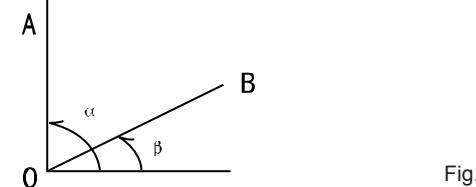

Fig.8
- (1) La vista a con el pelo vertical, lee el círculo, consigue el ángulo α .
- (2) Gire el instrumento a la vista B, consiga el ángulo β .
- (3) $\angle AOB = \alpha - \beta$ (Fig.8)